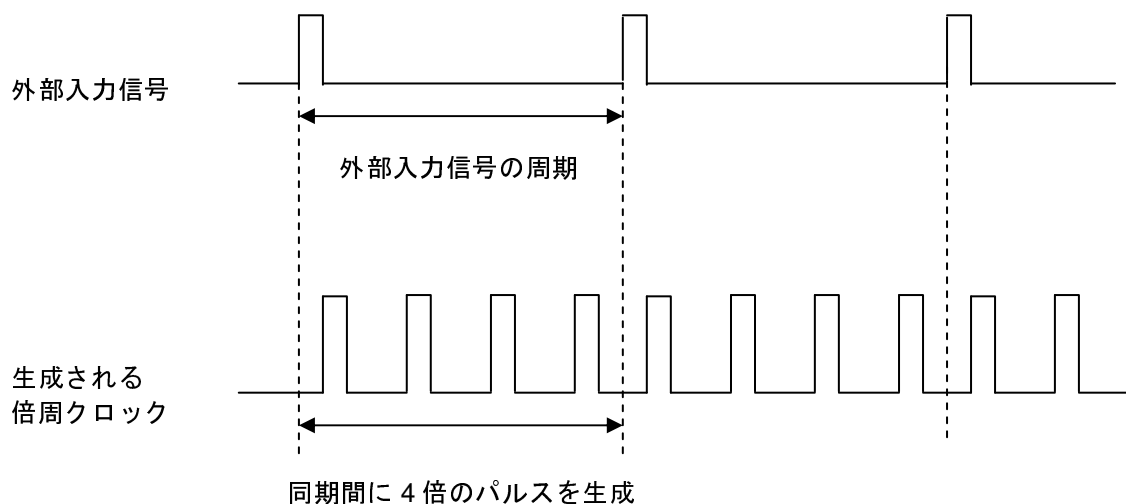

図 2.41 倍周クロックの生成(PIMR=4 の場合)
- 1) 図 2.41に示すように外部信号の周期を計測し、それに対する倍周クロックを生成します。